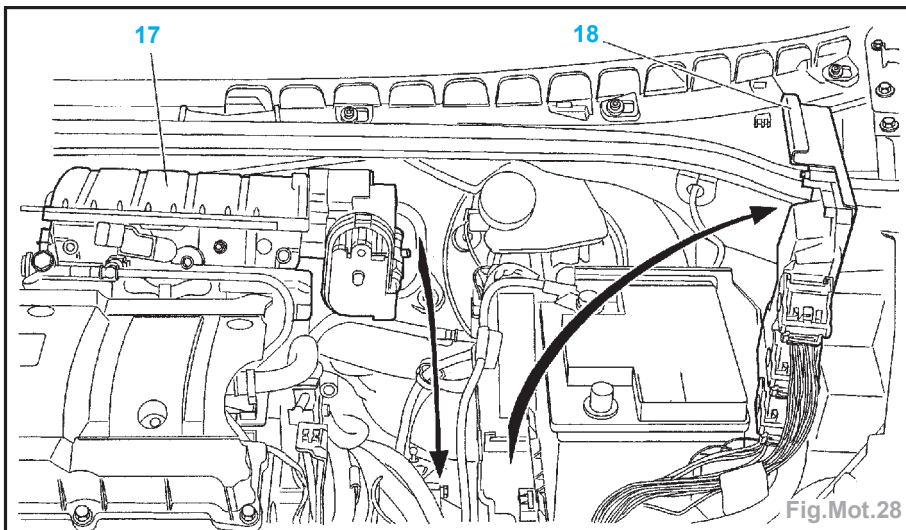
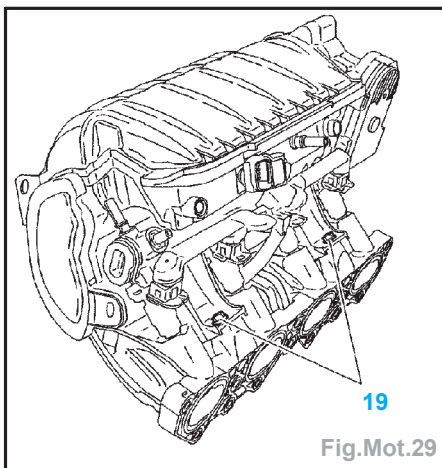

Fig.Mot.28
Fig.Mot.29
- Déconnecter le connecteur (16).
- Dégager (Fig.Mot.28) :
- le calculateur d'injection (18),
- l'ensemble collecteur d'admission d'air et rampe d'injecteurs (17) (par l'emplacement du filtre à air).
- Déposer les 2 vis (19) (Fig.Mot.29).